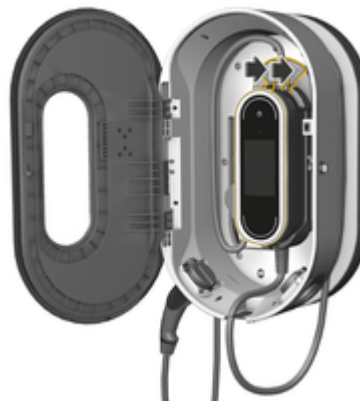

Rys. 327: Zawieszanie modułu sterowania
3. Poprowadzić kabel samochodu przez otwór A (rys. 327), a niewykorzystany fragment przewodu owinąć wokół stacji ładującej.